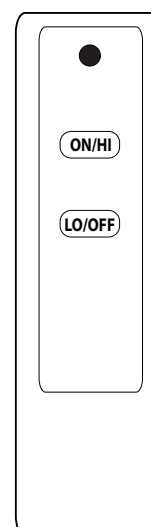

Fig. 14-1 Détail télécommande
- Localisez la télécommande et appuyez sur le bouton **ON/Hi** (voir Fig. 14-1). La séquence d'allumage commencera.